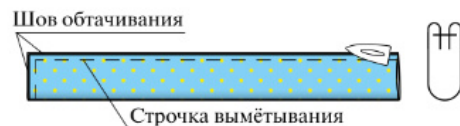

Рис. 6.35. Выметывание деталей
3. Выверните деталь бретелей и пояса на лицевую сторону с помощью карандаша, выправьте швы и углы бретели с помощью колышка. *Выметайте* на расстоянии 2 мм от шва, располагая шов точно на сгибе, *приутюжьте*. Удалите СВН, снова приутюжьте. Так же обрабатывают вторую деталь бретели и пояса (рис. 6.35).